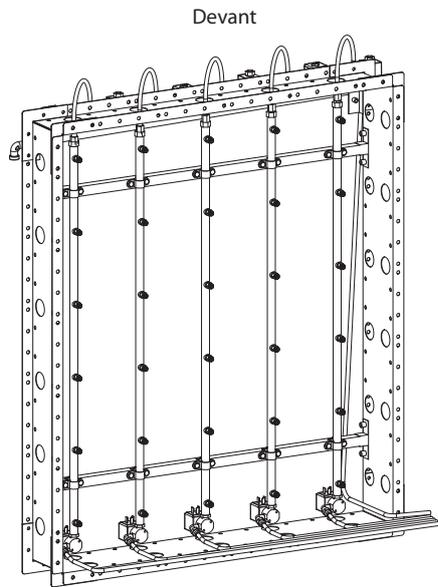

Fig. 3.b
4. les positions des buses et des bouchons à l'intérieur de chaque collecteur (Fig. 3.b).